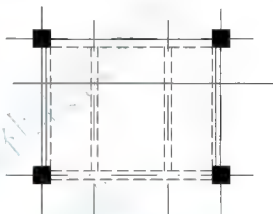

图 5.53 向内偏移外墙
(1) 将【钢筋】图层设置为当前层。
(2) 启动【偏移】命令将①和②轴线外墙的外侧墙线分别向内偏移 120mm, 然后绘制一条水平辅助线, 结果如图 5.53 所示。